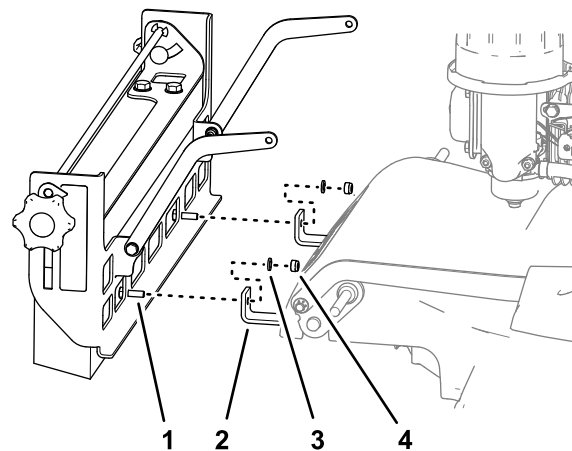

Рисунок 11
3. Вставьте колпачковые болты, установленные при выполнении пунктов 1 и 2, в отверстия нижних кронштейнов щетки, как показано на Рисунок 11.
4. Прикрепите крепление щетки и колпачковые болты к нижним кронштейнам щетки (Рисунок 11) с помощью 2 шайб (6 мм) и 2 контргайек (6 мм).